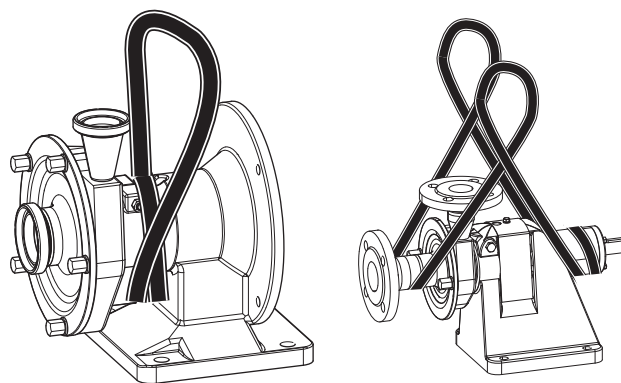

Рис. 53 Транспортировка подъемным краном
1. Дважды обернуть кольцевой строп вокруг шейки фонаря (см. Рис. 53 „Транспортировка подъемным краном“).
1. Дважды обернуть кольцевой строп вокруг задней части подшипниковой стойки (см. Рис. 53 „Транспортировка подъемным краном“).